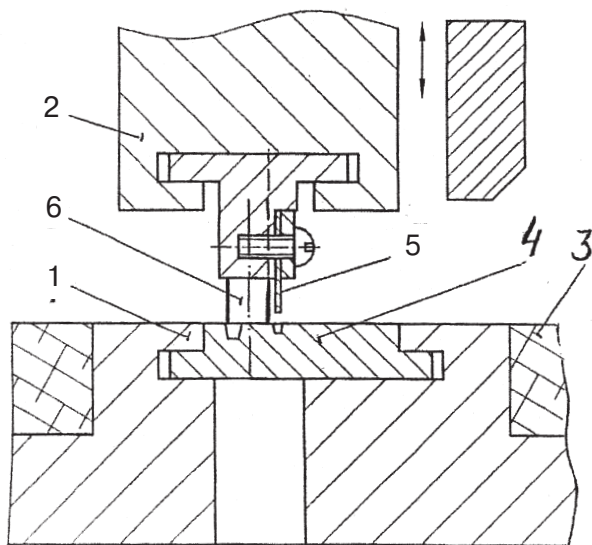
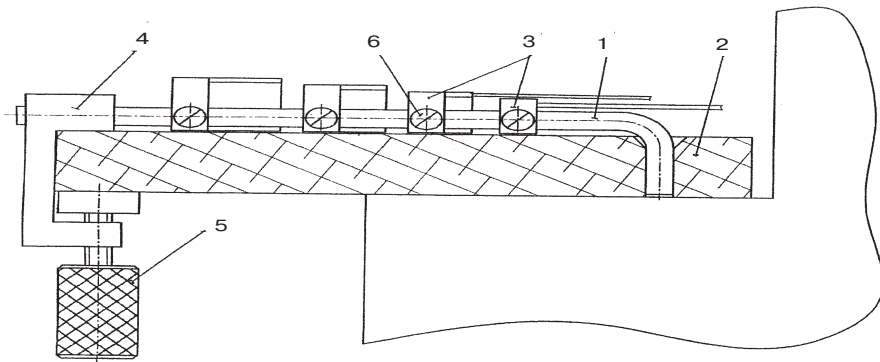
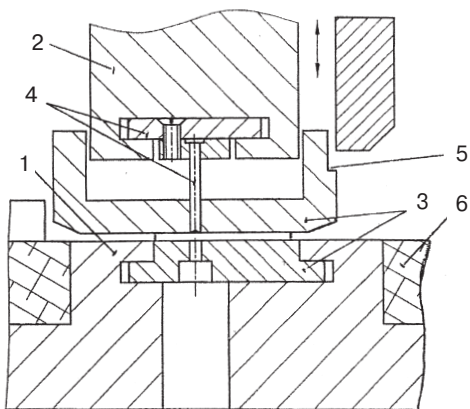

Рис. 6
Рис.7
Рис.9
Для подготовки машины к биговке необходимо снять с заднего стола **3** (рис. 6) неподвижную часть загибателя (см. п. 7.3) и установить на переднем столе два передних упора (рис. 7). Для этого необходимо ввести отгибы прутков **1** в отверстия на переднем столе **2** (расстояние между прутками должно быть меньше ширины полуфабриката). После этого на прутки **1** насаживаются передвижные упоры **3** (как показано на рис. 7) и струбцины **4**. Закрепив струбцины **4** маховичками **5**, можно устанавливать упоры **3** в необходимую позицию. Упоры **3** фиксируются на прутках **1** винтами **6**.
Биговка осуществляется инструментом, представляющим собой пару призма-противонож **4** (рис. 6) и подвижный нож **5**, объединённых в блок посредством направляющих стержней **6**.
Для подготовки машины к отрывному перфорированию необходимо снять с заднего стола **6** (рис. 9) неподвижную часть загибателя (см. п. 7.3) и установить на переднем столе два передних упора (рис. 7 поз. 4).
*Инструмент* (рис. 9) состоит из неподвижных частей: матрицы-съёмника **3** и подвижного перфоратора **4**.